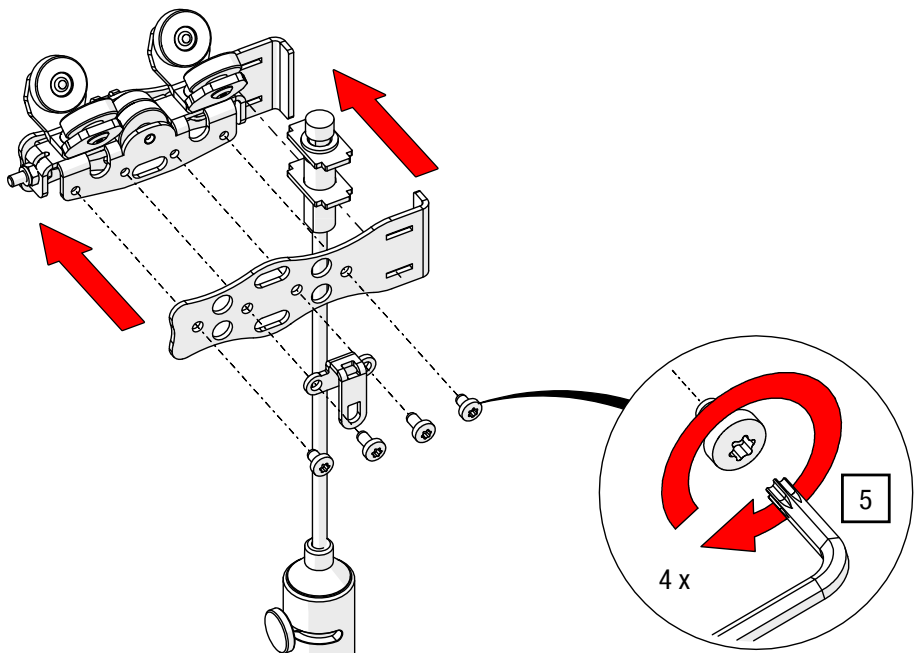

Abb. 54: Zugwagen mit Rastbremse – Seitenblech Gegenseite mit Bremse montieren
- Verschrauben Sie den Zugwagen mit dem Seitenblech, der Rastbremseneinheit und dem seitlichen Ösenblech mit TORX®-Schlüssel T20, bis das Blech am Zugwagen anliegt (siehe Abb. 54).